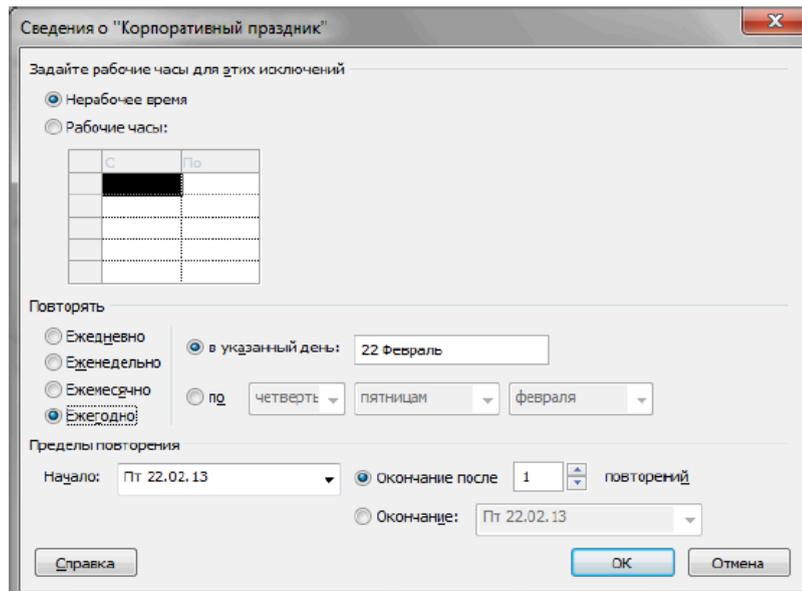

Рис. 4.7. ВД Сведения для наладування додаткових параметрів винятків календаря
3. У ВД **Изменение рабочего времени** відкрийте вкладку **Винятки**. Введіть описову назву виключення, наприклад, Корпоративне свято, і час початку та закінчення періоду для цього винятку. Якщо виняток буде повторюватися, натисніть кнопку **Подробиці**. Відкриється ВД **Сведения** для налаштування додаткових відомостей (рис. 4.7).